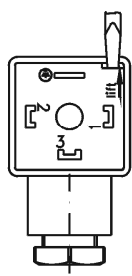
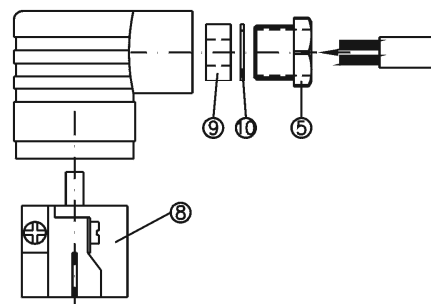

図 2
図 4
- 図2、マイナスドライバーの歯先を使用し、ジャンクションボックスの接続端子部（図4の⑧）をこじるようにして外します。
- 図4、ケーブルをコネクタ部⑤から挿入し、クランプリング⑩およびインサートゴム⑨をこの順番で装着します。続いて配線を接続します。